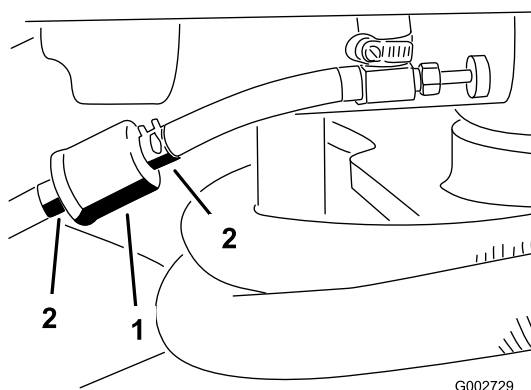

Figura 30
1. Cierre la válvula de cierre de combustible, afloje la abrazadera en el lado del carburador del filtro y retire del filtro el tubo de combustible (Figura 30).